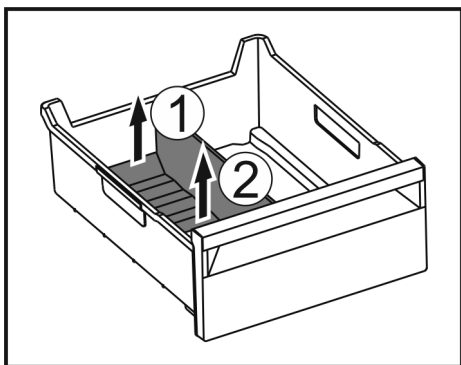

Fig. 78
- Løft opp baksiden av isrom-deleren. Fig. 78 (1)
- Ta ut isrom-deleren oppover. Fig. 78 (2)